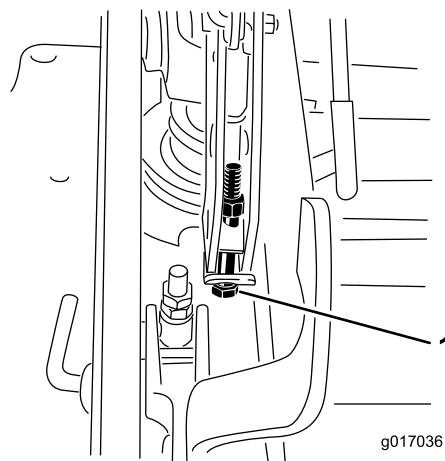

**Figura 99**
11. Para ajustar el sistema de ajuste de un solo punto, afloje los 2 pernos situados cerca del borde inferior de la pletina de altura de corte (**Figura 99**).
13. Apriete los 2 pernos en el borde inferior de la pletina de altura de corte (**Figura 99**).